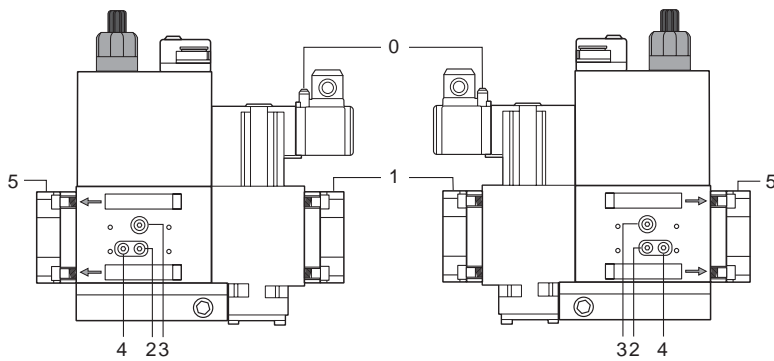
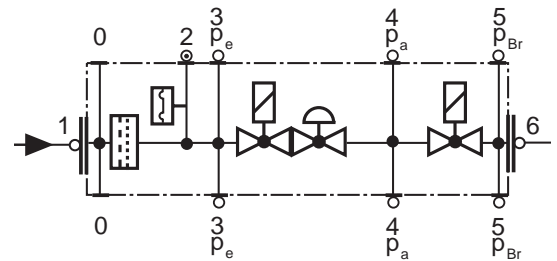

Fig. 26
Fig. 27
- Pulire o sostituire il filtro se la differenza di pressione fra i punti 1 e 2 (Fig. 26-Fig. 27)  $\Delta p > 10$  mbar.